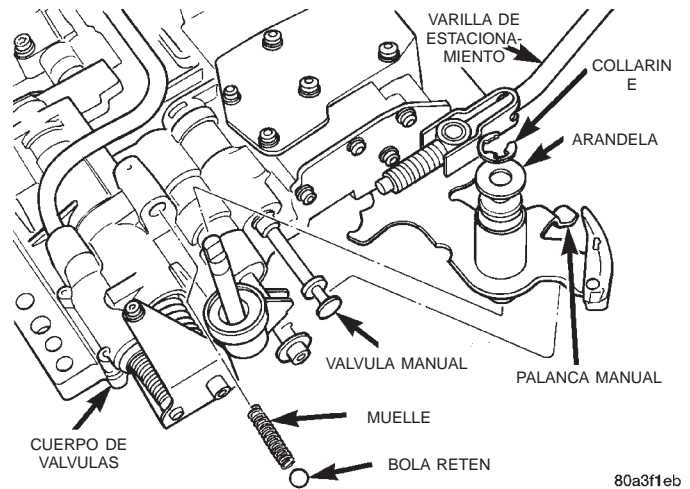

Fig. 42 Palanca manual y manija de admisión
(5) Retire el collarín E, la arandela y la junta del eje manual (Fig. 42).
(6) Tire del conjunto del eje manual y la varilla de estacionamiento hacia arriba para extraerlo del cuerpo de válvulas y de la manija de admisión (Fig. 42).
(8) Retire la herramienta para retenes 6583. Desmonte luego y retenga la bola y el muelle de retención (Fig. 42).
(9) Retire la manija de admisión (Fig. 42).